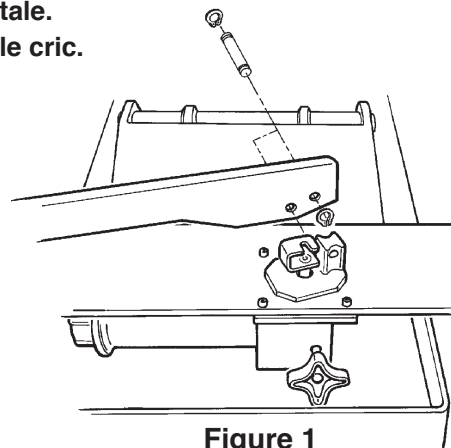

Figure 1
1. Monter la poignée sur la pompe. Pour cela, aligner les trous de la poignée sur les trous du capot de la pompe et du piston. Glisser un axe dans chaque trou et maintenir en place chaque axe avec une bague de retenue à chaque extrémité, figure 1.